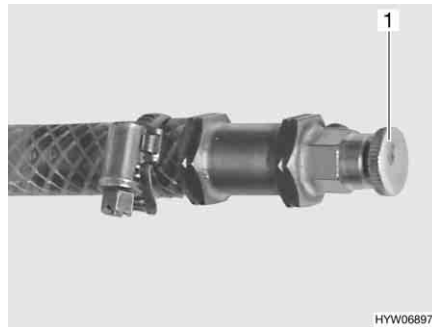

Fig. 278 Válvula de purga de la calefacción de agua caliente
- Abrir la válvula de purga (Fig. 278,1) y dejarla abierta hasta que deje de salir aire.